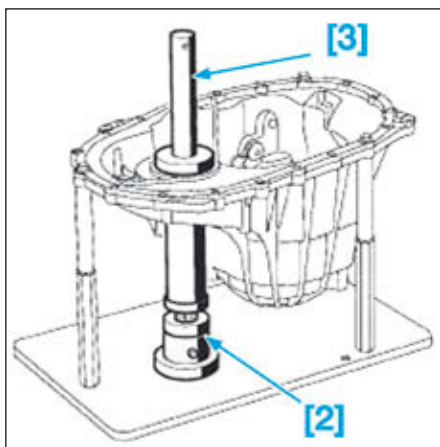

FIG.47
- Mettre en place l'outil [2] (Fig.47) sous le carter de mécanisme.